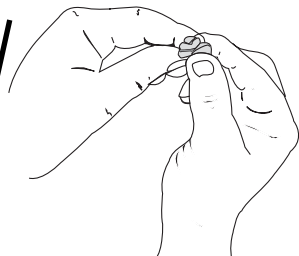

Fig. 11
6. Apriete el filtro para desparramar y eliminar el exceso de aceite (Fig. 11).